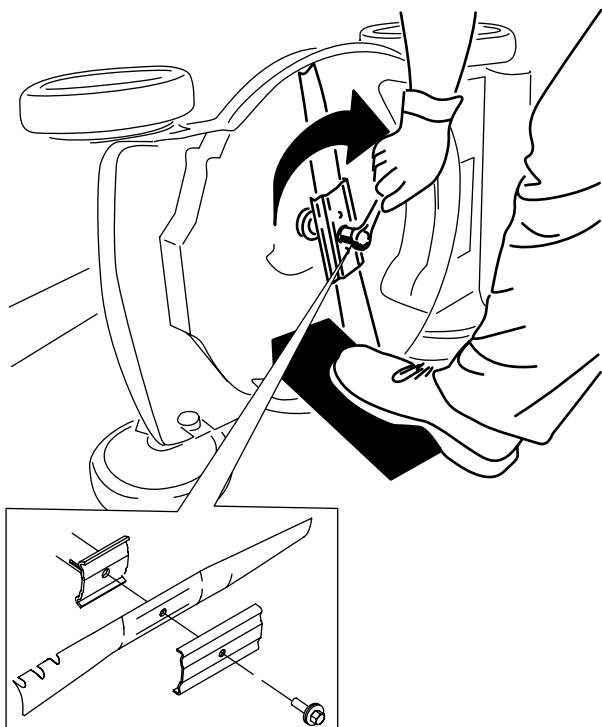

Figure 33
4. Déposez la lame mais ne jetez pas les fixations (Figure 33).
5. Montez la nouvelle lame et toutes les fixations (Figure 33).